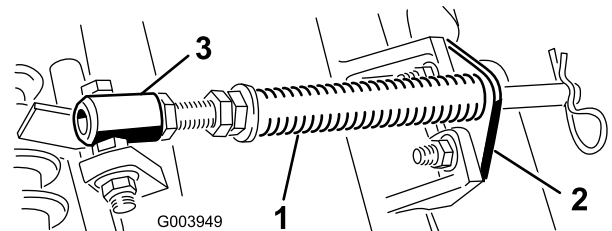

Figure 4
- A. Retirez les 2 boulons de carrosserie et écrous qui fixent le support de tige aux pattes de l'unité de coupe (Figure 4).
- B. Retirez l'écrou à embase qui fixe le boulon du tube de ressort à la patte du bâti porteur (Figure 4). Déposez l'ensemble.